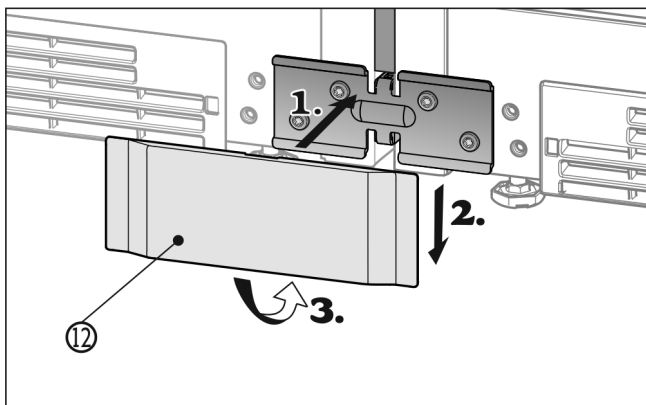

Fig. 31
- ▶ Die untere Abdeckung *Fig. 31 (12)* von vorne auf den Winkel aufsetzen *Fig. 31 (1)*, runterschieben *Fig. 31 (2)* und unten einrasten *Fig. 31 (3)*.